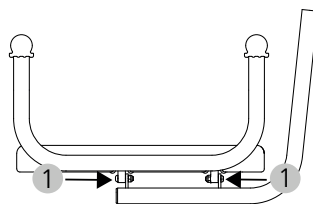

fig. 3
2. Pour monter le dossier, vissez les tubes du dossier sur leurs logements situés sur la face inférieure du produit (fig. 3, 1). Utilisez pour cela le kit de vissage fourni :